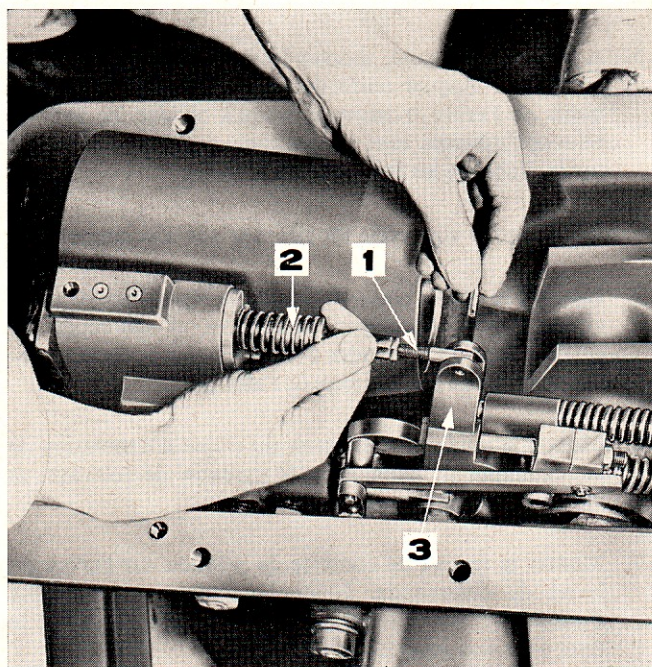

Figure 77: Pose de la bielle de réglage
15. Introduire l'extrémité arrondie de la bielle de réglage dans le tiroir de commande et fixer l'extrémité opposée au levier d'attaque de tiroir de commande avec un axe et une goupille fendue (Figure 77).